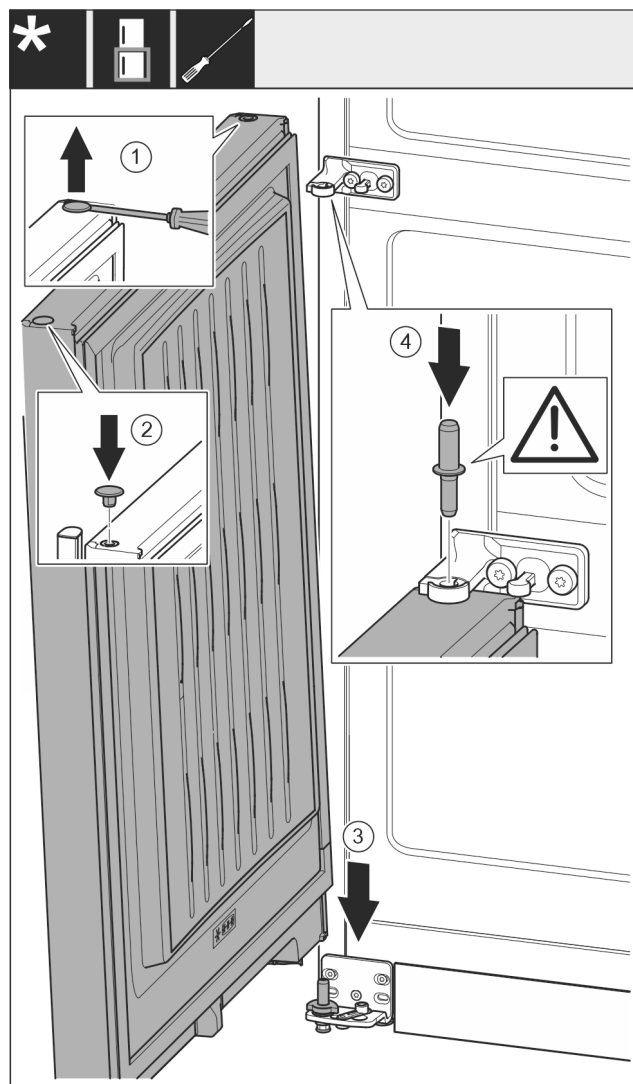

Fig. 56
- Paceliet uzmanīgi ar plakano skrūvgriezi un izvelciet ārā aizbāzni Fig. 56 (1).
- Ievietojiet atpakaļ aizbāzni Fig. 56 (2) otrā durvju pusē.
- Uzlieciet durvis Fig. 56 (3) no augšas uz apakšējās gultņa tapas.
- Ievietojiet vidējo gultņa tapu Fig. 56 (4) vidējā gultņa balstā apakšējās durvīs. Uzmaniet, lai fiksācijas izcilnis būtu vērsts virzienā uz aizmuguri.